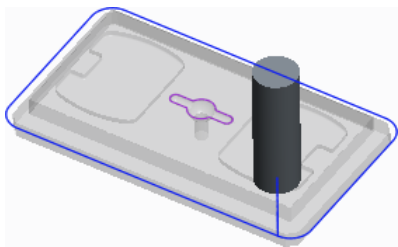

图 10.4.59 刀具的行走路线
Step2. 单击“播放路径”对话框中的按钮，观测刀具的行走路线，结果如图 10.4.59 所示；